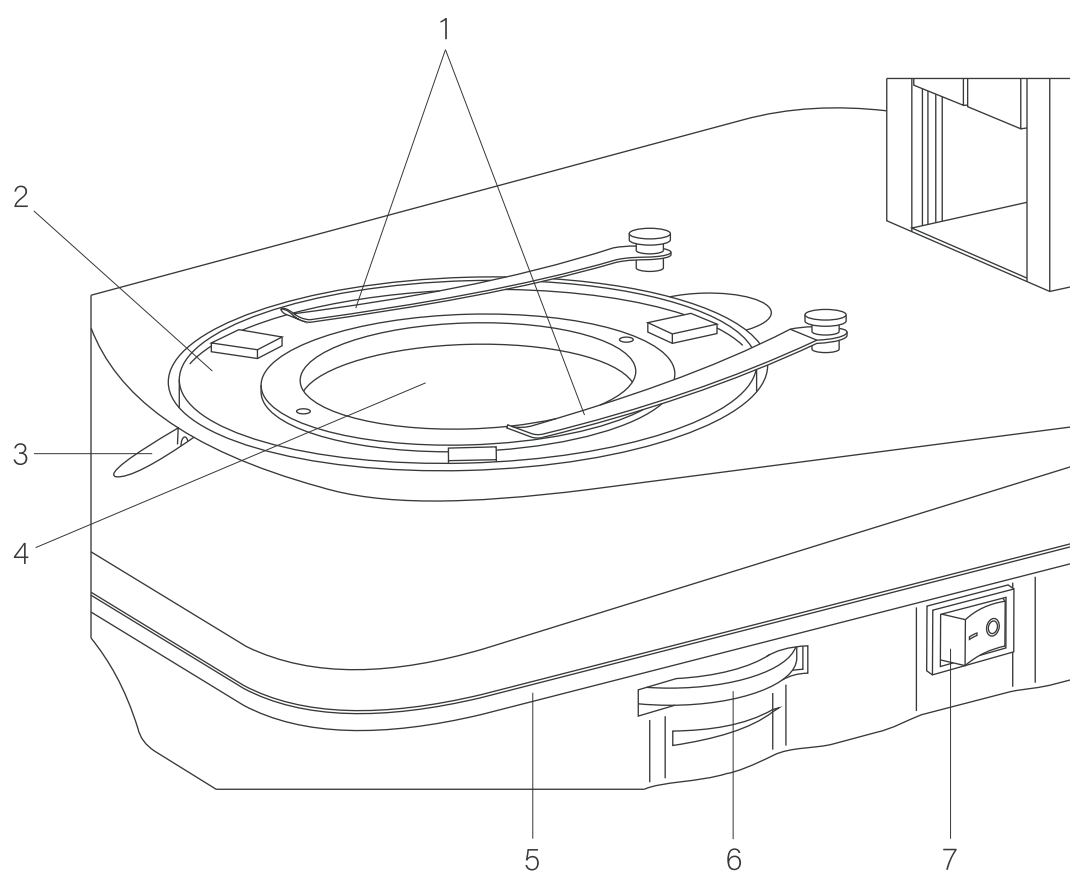

Рис. 3. Осветитель проходящего света.
- Установите в гнездо основания необходимую для работы предметную вставку (рис. 3). Для проходящего света используйте прозрачную стеклянную вставку. Для отраженного света двухстороннюю черную / белую вставку. Закрепите вставку винтом 3 (рис. 3). Используйте для этого комплектный ключ 2 мм (рис. 8).
Установите нужную вставку в гнездо основания микроскопа, зафиксируйте винтом 3 (рис. 3) и расположите на ней объект. Плоский объект зафиксируйте прижимами 1 (рис. 3). Всегда размещайте объект максимально близко к центру вставки – к оптической оси микроскопа.
-Включите осветитель проходящего света с помощью клавиши 15 (рис. 1) на основании. В положении «-» осветитель микроскопа включен, в положении «0» - выключен. Отрегулируйте яркость света вращением диска 14 (рис. 3), так чтобы яркость света составляла приблизительно  $2/3$  от максимальной.